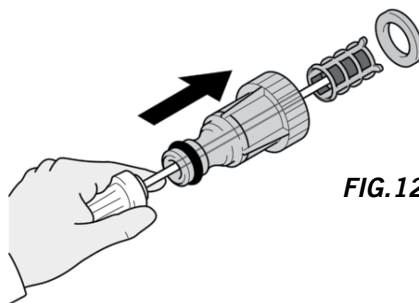

FIG.12
2. De O-ringen op het lansverlengstuk (4), het sproeimondstuk (5) en de reinigingsmiddelfles (6) moeten worden gereinigd en ingevet met een silicavet.
3. Duw met een schroevendraaier het waterfilter en de rubberen afdichting uit de snelkoppeling (10) en spoel het filter af onder koud stromend water.
4. Verwijder met behulp van de spuitmondreinigingsnaald eventueel vuil uit de spuitmond door de naald heen en weer te bewegen (Fig.12).